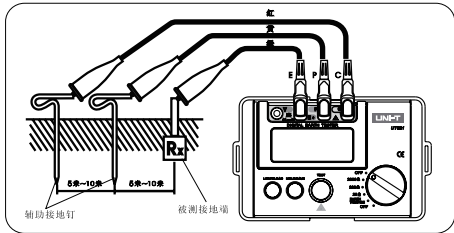

图 2
- a. 将P和C接地钉打到地深处，它们和待测地设备排列成一行（直线），且彼此间隔5米~10米远，连接方法如图2：